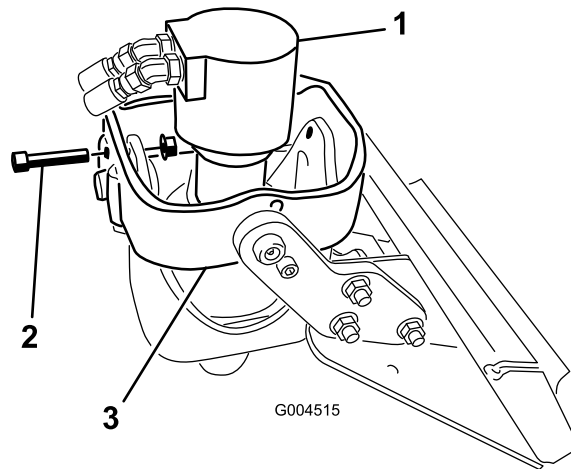

Figure 4
- Si vous montez une tarière sur la tête d'entraînement modèle 22806, positionnez la tête d'entraînement verticalement, introduisez un boulon (1/2 x 2-1/2 po) dans les trous des bras de support avant, et fixez-la en serrant légèrement un écrou à embase (1/2 po) (Figure 4).